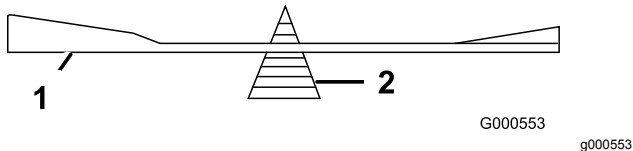

Bild 58
- Prüfen Sie die Auswuchtung des Schnittmessers auf einer Ausgleichsmaschine (Bild 58).